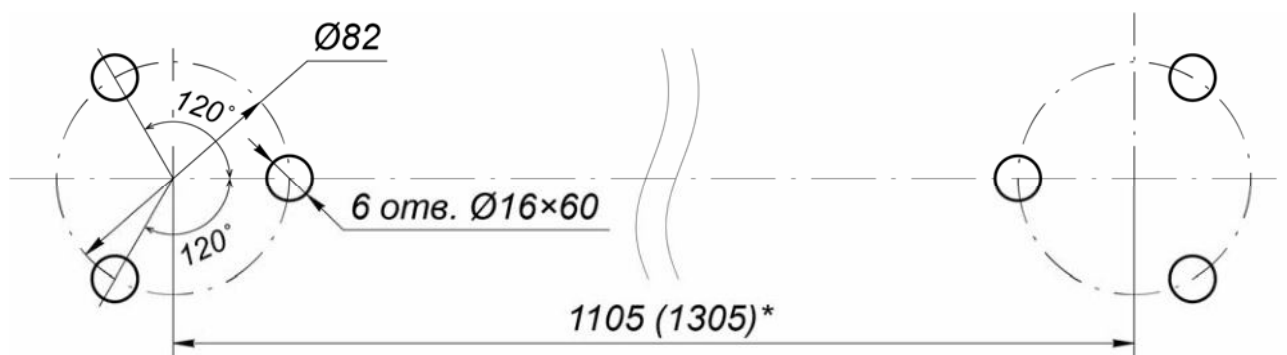

Рисунок 14. Расположение отверстий под анкерные болты во фланцах стоек поворотной секции ограждения с механическим УБ
- Разметьте и просверлите отверстия на установочной поверхности под анкеры PFG IH 10 «SORMAT» в соответствии со схемой разметки (см. рис. 14). Сначала размечаются центры установок стоек секции ограждения, затем от них размечаются точки крепления стоек, допускается использование в качестве шаблона непосредственно самих фланцев стоек.